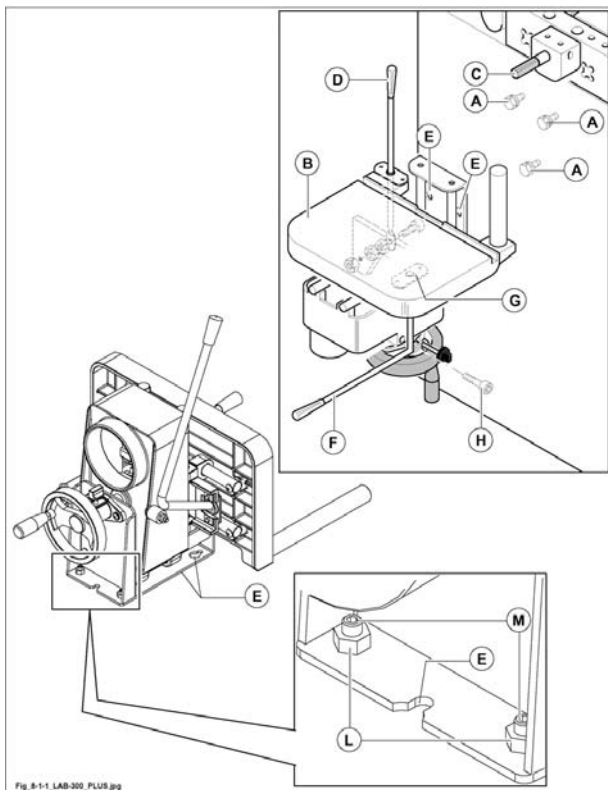

Fig. 8.1-1
- 1) Predisporre le viti (A fig. 8.1-1) sul basamento della macchina.
- 2) Inserire la cavatrice (B fig. 8.1-1) nelle teste delle viti (A fig. 8.1-1) in corrispondenza dei tre fori (E fig. 8.1-1).
- 3) Inserire la leva (F fig. 8.1-1) nella sede del supporto (G fig. 8.1-1) e avvitare la vite (H fig. 8.1-1).
- 4) Bloccare la leva (D fig. 8.1-1) tramite vite e dado.
- 5) Allentare i dadi (L fig. 8.1-1).
Avvitare le viti (A fig. 8.1-1) fino ad unire la cavatrice al basamento e registrare il parallelismo del piano rispetto la punta (C fig. 8.1-1) (vedi "Punte per mandrino - montaggio" par. 8.1.2) agendo sui grani (M fig. 8.1-1).
Verificare il parallelismo nelle diverse posizioni traslando il piano (B fig. 8.1-1) tramite la leva (D fig. 8.1-1).
Serrare i dadi (L fig. 8.1-1).
- 6) Serrare le viti (A fig. 8.1-1) a regolazione ultimata.